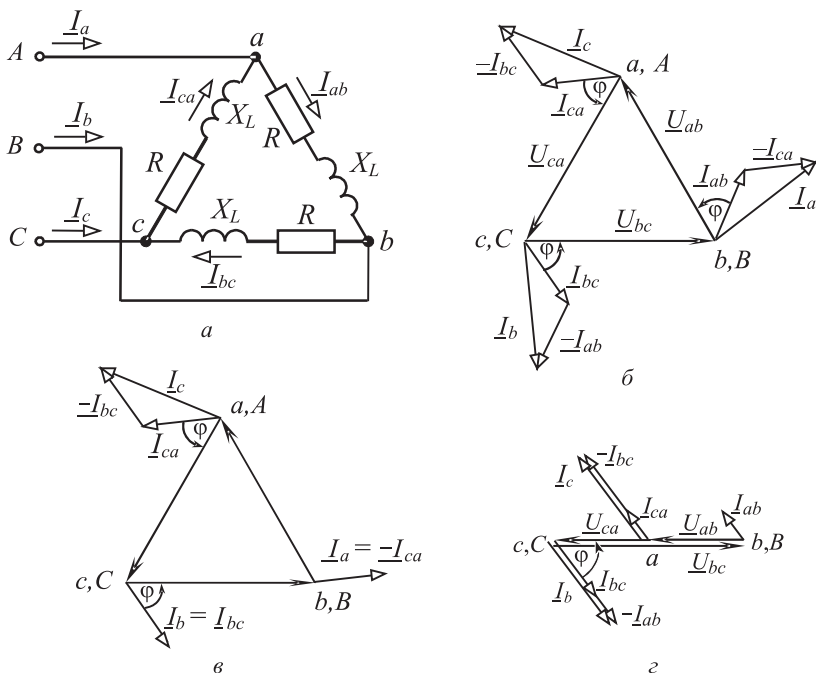

Рис. 3.7
Задача 3.7. В цепи (рис. 3.7) $U_{\text{л}} = 220 \text{ В}$, $R = 6 \text{ Ом}$, $X_L = 8 \text{ Ом}$. Определить линейные токи и активную мощность цепи: 1) при нормальном режиме работы; 2) при обрыве в фазе ab ; 3) при обрыве линейного провода A .
Фазные токи отстают по фазе от соответствующих напряжений на угол $\varphi = \arctg X_L / R = 53,2^\circ$ (рис. 3.7, б).
Линейные токи находим по первому закону Кирхгофа (рис. 3.7, а):
При симметричной нагрузке (векторная диаграмма рис. 3.7, б)
2. При обрыве в фазе ab (векторная диаграмма рис. 3.7, $в$) токи равны соответственно:
Для нахождения линейных токов строим векторную диаграмму (рис. 3.7, $з$) на основании следующих уравнений: